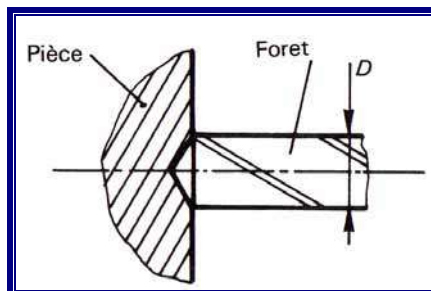

Figure 4
- Pour trou borgne, repérer par le vernier la cote de départ de la partie cylindrique (fig. 4).